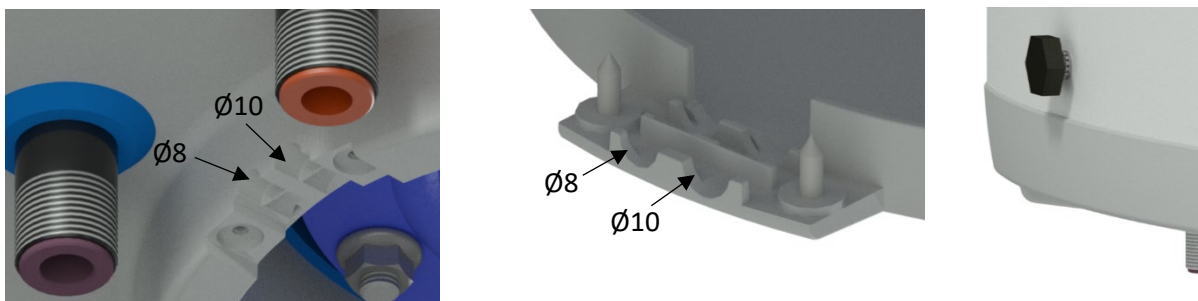
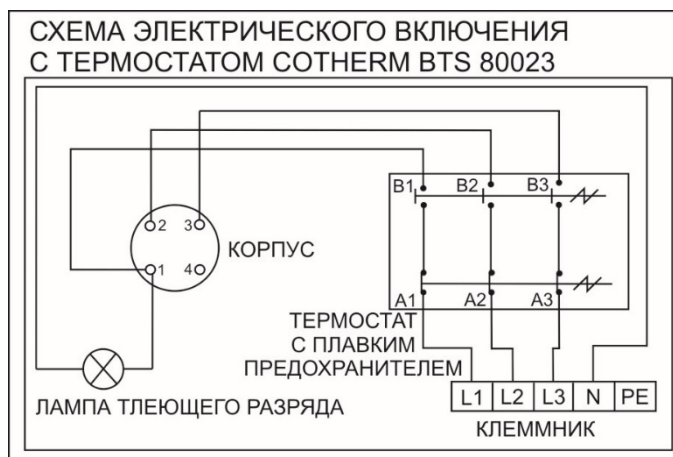

Рисунок 8
Рисунок 9
Подключение выполните согласно схеме. Подключение, выполненное на заводе, запрещено менять! (Рисунок 9). В крышке электропроводки снимите перегородку, соответствующую диаметру подводящего провода $\varnothing 8$ или $\varnothing 10$ (Рисунок 8). Степень защиты электрических компонентов водонагревателя - IP 44. Потребляемая мощность электрического нагревательного элемента 4000 Вт.
- Схема эл. подключения прилагается к водонагревателю на крышке электропроводки (Рисунок 9).